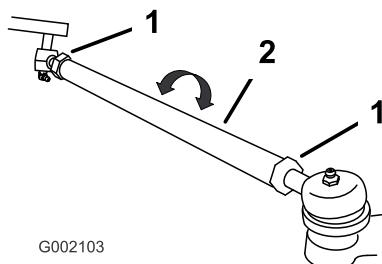

Figura 55
- Si la distancia no es de 0–6 mm, afloje las contratuerzas en ambos extremos de las bielas (Figura 55).